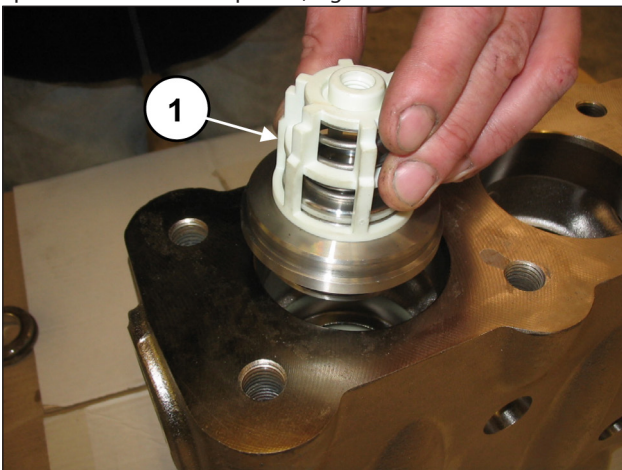
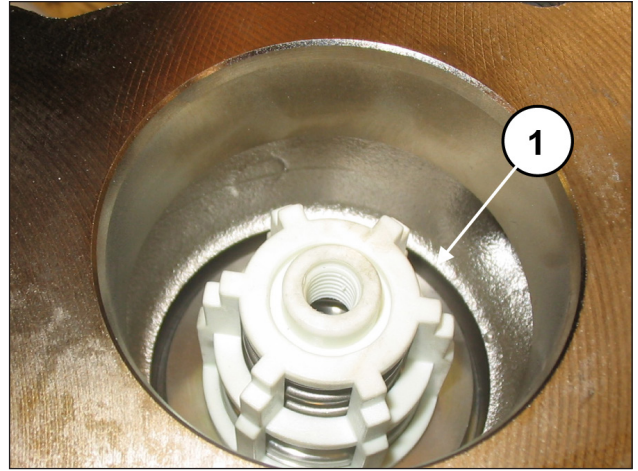

Fig. 124
Fig. 125
Insira o grupo da válvula de fluxo (pos. ①, Fig. 124). O grupo da válvula deve ser inserido completamente no fundo e apresentar-se como na pos. ①, Fig. 125.